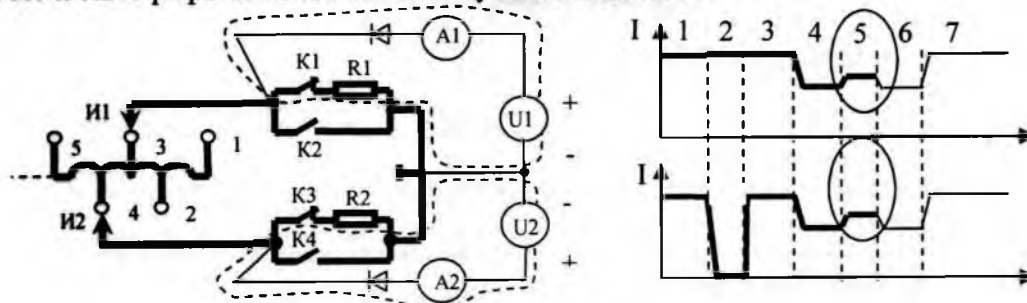

Рис. 11.34
5. Замыкается контакт К3, что приводит к уменьшению токов, измеряемых амперметрами А1 и А2 (рис.11.34.). В этом положении ток межвиткового короткого замыкания ограничен резисторами R1 и R2. Графики тока соответствуют состоянию 5.